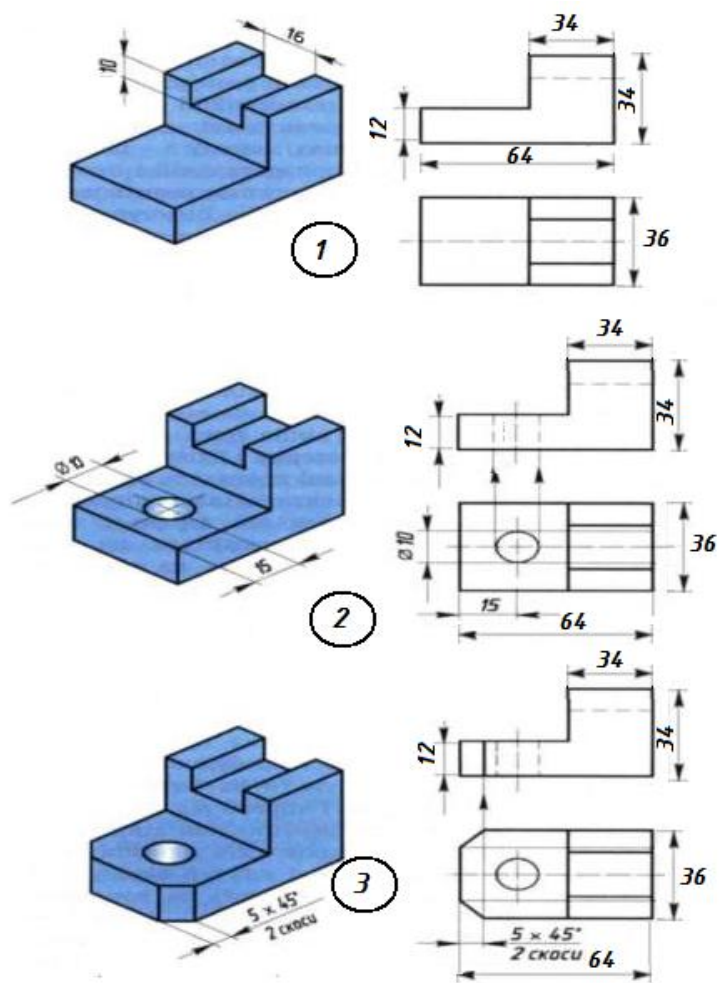

Рис. 20 – завдання № 8 б
3. На рис. 20 наведені два вигляди моделі, треба докреслити бракуючий вигляд, по розмірам.